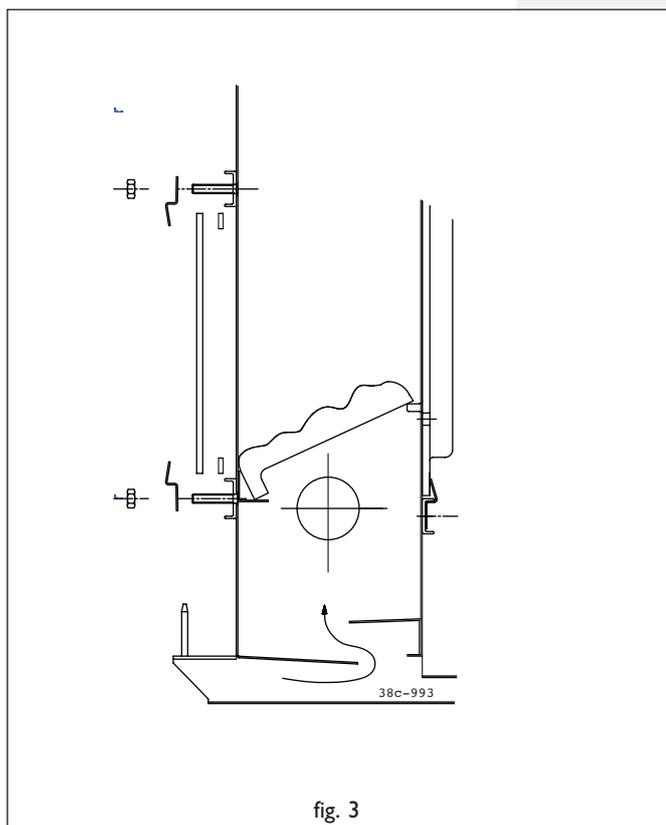

fig. 3
- Plaats de gloeikooltjes gelijkmatig verdeeld op het raamwerk in de verbrandingskamer (fig. 3).
## Monteren van de thermostaatvoeler (fig. 3)